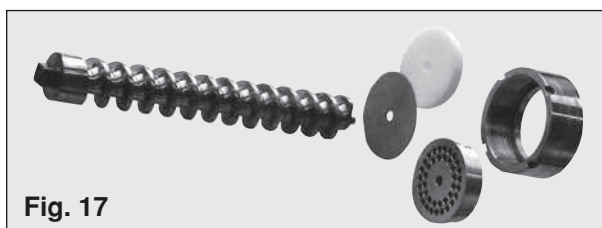

Fig. 17
- proceder luego al desarme y lavado de las piezas móviles (Fig. 17 - 18) y a la limpieza de la máquina (véase cap. 6 LIMPIEZA pag. 117);